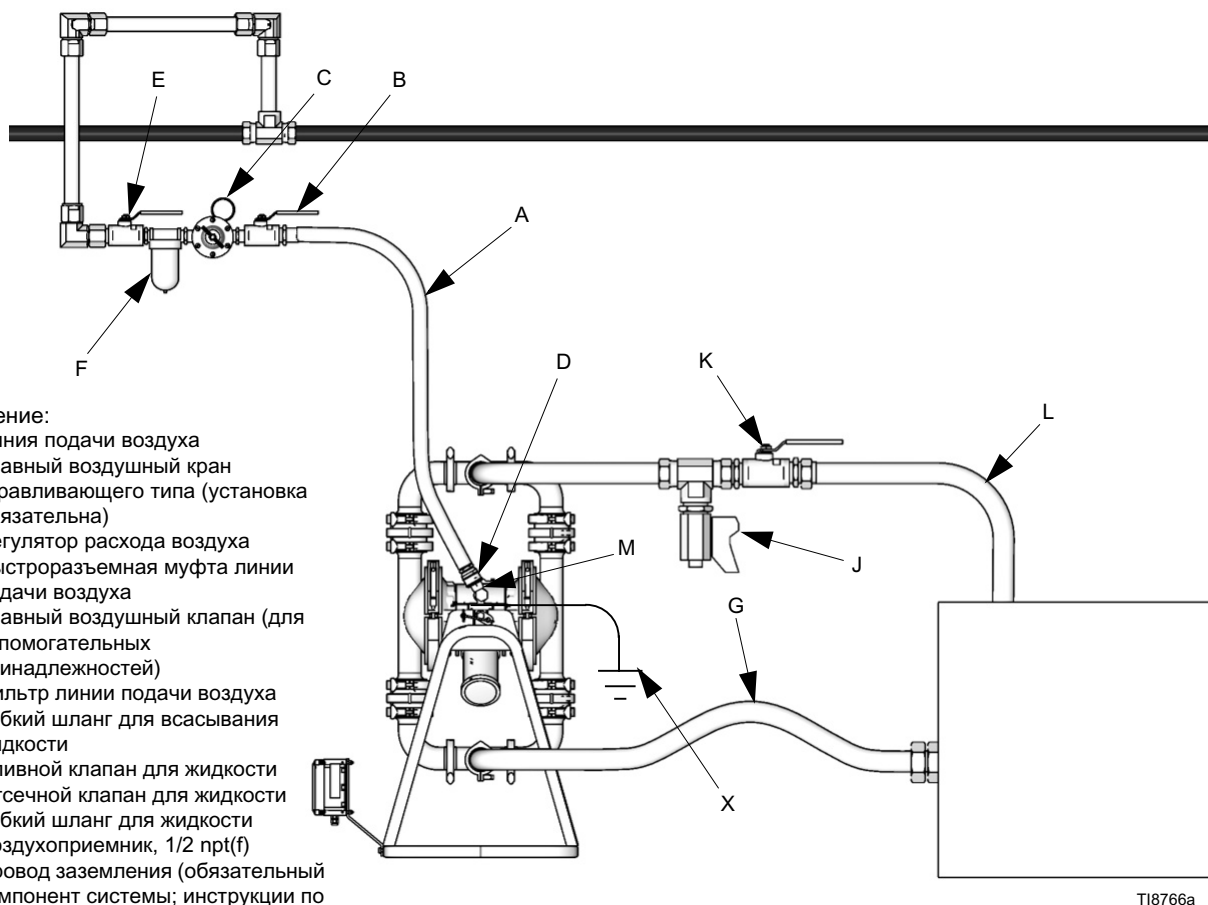

Рис. 3: Типовая схема установки оборудования на полу
- Представленная на Рис. 3 типовая схема установки является лишь руководством по выбору и установке компонентов системы. За помощью в разработке системы, отвечающей вашим требованиям, обращайтесь к своему дистрибьютору Graco.
Главный переливной воздушный клапан (В) присутствует в системе для выпуска воздуха, который скапливается между этим клапаном и насосом. Накапливание воздуха может вызвать неожиданное приведение насоса в действие, что, в свою очередь, может привести к серьезным травмам в результате попадания жидкости в глаза или на поверхность кожи, ударов движущихся деталей или отравления опасными жидкостями. Смотрите Рис. 3.
1. Установите вспомогательные принадлежности линии подачи воздуха, как показано на Рис. 3. Закрепите эти принадлежности на стене или на кронштейне. Убедитесь в том, что линия, обеспечивающая подачу воздуха к принадлежностям, заземлена.
Клапан (J) слива жидкости необходим в системе для снятия давления в шланге в случае его закупорки. Дренажный клапан снижает риск получения серьезной травмы, включая попадание жидкости в глаза или на кожу, или отравления опасными жидкостями при сбросе давления. Установите клапан рядом с насосным выпускным отверстием жидкости. Смотрите Рис. 3.
1. Используйте гибкие заземленные шланги (L) для жидкостей, если это возможно.
3. Установите клапан слива жидкости (J) рядом с выходом жидкости из насоса. Смотрите Рис. 3.
4. Установите запорный клапан (K) в выпускной линии для жидкости.